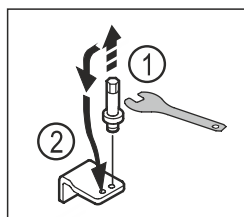

Fig. 20
- ▶ Wykręcić sworznie dolnej płytki zawiasu kluczem imbusowym SW5. Fig. 20 (1)
- ▶ Założyć sworznień po przeciwległej stronie. Fig. 20 (2)